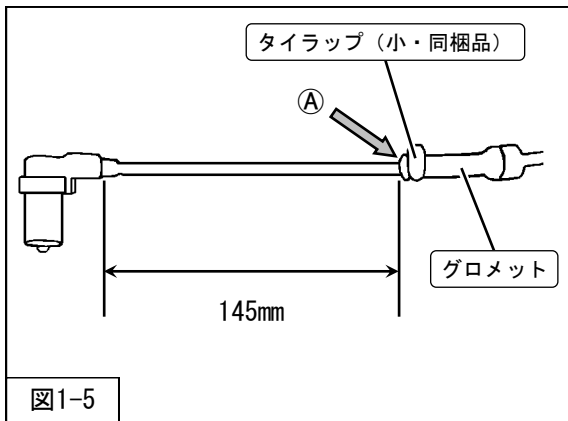

図1-5
を使用して、図1-5の寸法にグロメットの位置を変更して
ください。(図1-5)
吹いてください。(図1-5・A)
- (2) 図1-5の寸法にグロメットの位置を変更してください。
固定してください。(図1-5)